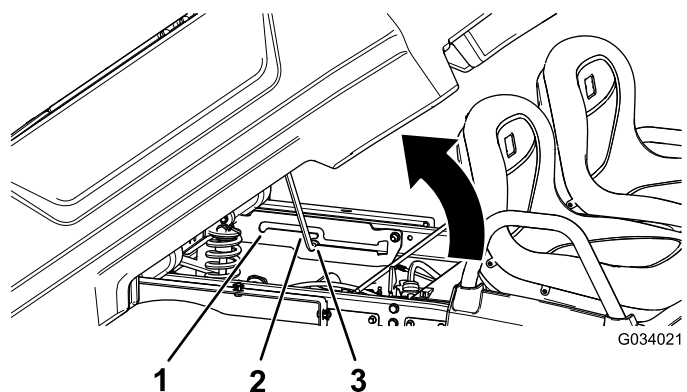

Figura 14
2. Tire de la varilla de sujeción hasta la ranura de retención de la posición de volcado para fijar la plataforma antes de volcar la carga (Figura 14).
2. Tire de la varilla de sujeción hasta que entre en la ranura de retención de la posición de servicio, para afianzar la plataforma mientras se realizan tareas de mantenimiento (Figura 14).
2. Extraiga la varilla de sujeción de la muesca de la ranura (Figura 14).